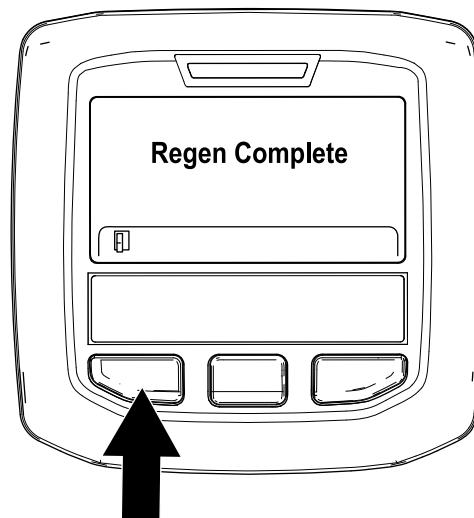

Figure 53
- La régénération en stationnement est terminée quand le message « Regen Complete » (régén. terminée) s'affiche dans l'InfoCenter. Appuyez sur le bouton gauche pour quitter l'écran d'accueil (Figure 53).